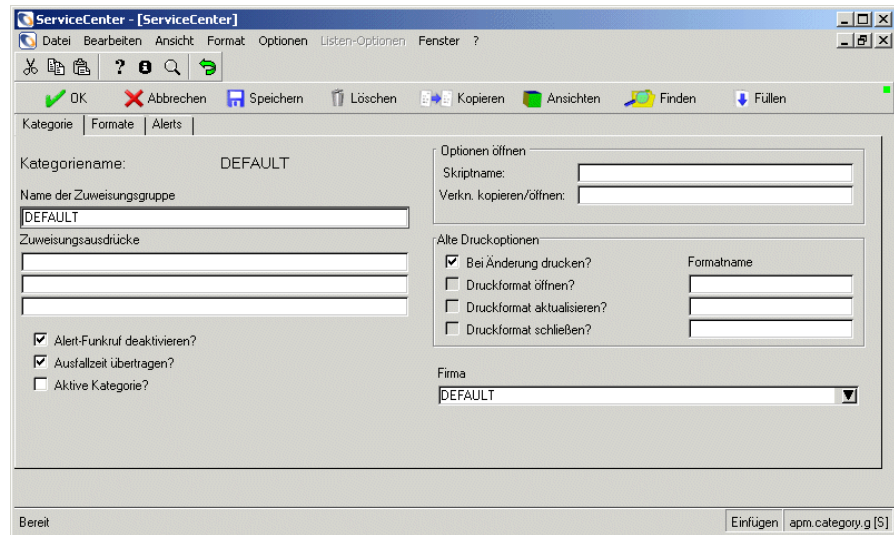

Abbildung 4-8: Kategoriedatensatz: Register „Kategorie“
In Abbildung 4-8 wird das Register **Kategorie** dargestellt.
Der neue Kategoriedatensatz (`apm.category.g`) wird geöffnet (siehe Abbildung 4-8 auf Seite 95). Die meisten Felder im Datensatz werden automatisch mit den kopierten Werten aus dem ursprünglichen Datensatz und den ServiceCenter-Standardinstellungen gefüllt.
- 3 Klicken Sie auf **OK**. Der in Abbildung 4-8 auf Seite 95 dargestellte Kategoriedatensatz wird angezeigt.
- 11 Klicken Sie auf **OK**, um den **Forms Designer** zu beenden. Der neue Kategoriedatensatz (**apm.category.g**) wird geöffnet (siehe Abbildung 4-8 auf Seite 95). In den meisten Feldern des Datensatzes werden automatisch die kopierten Werten aus dem ursprünglichen Kategoriedatensatz und die ServiceCenter-Standardwerte eingetragen.